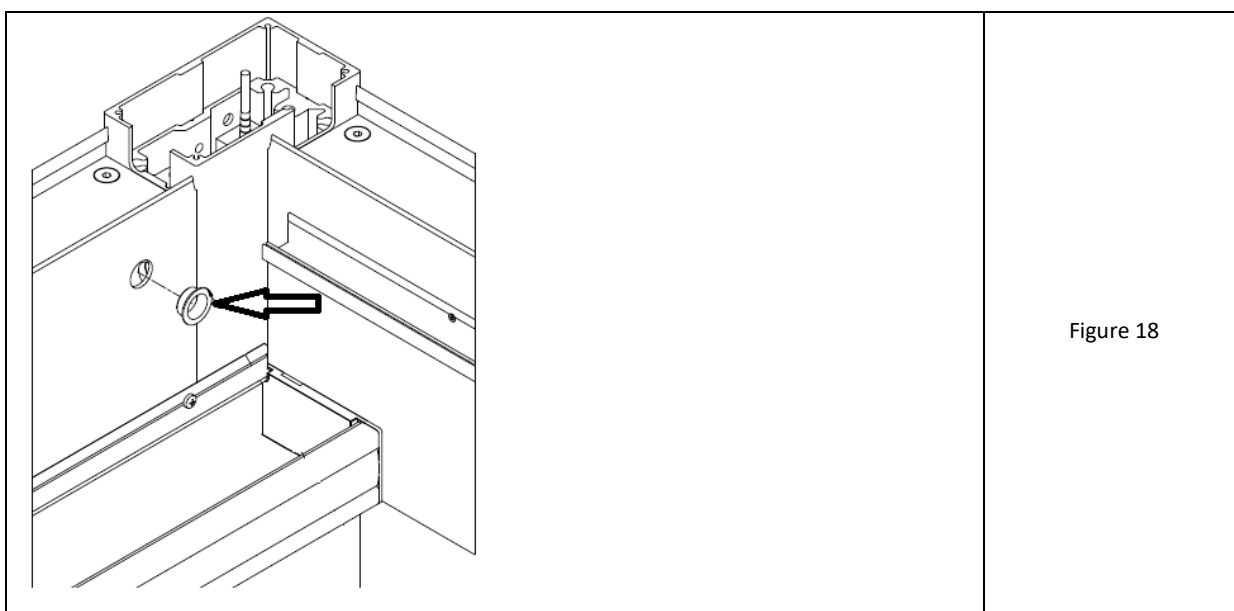

Figure 18
7. Dans les ouvertures extrêmes aux deux extrémités des poutres longitudinales, les bagues collectrices en plastique doivent être martelées en place sur la paroi latérale (Fig. 18).